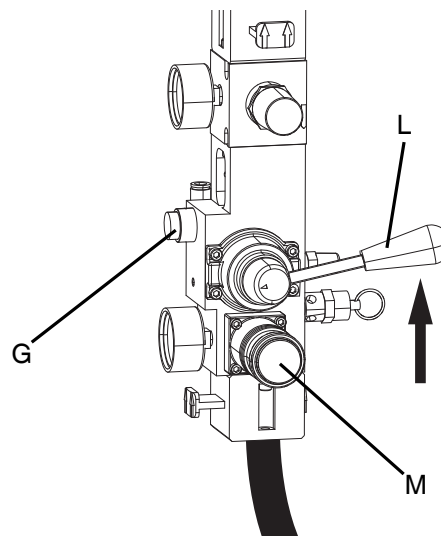

FIG. 9: Commandes pneumatiques pour un changement de seaux
4. Appuyer et maintenir le bouton de purge (G) sur la commande de l'air jusqu'à ce que les plateaux (D) soient entièrement sortis des seaux. Voir **Figure 9**.